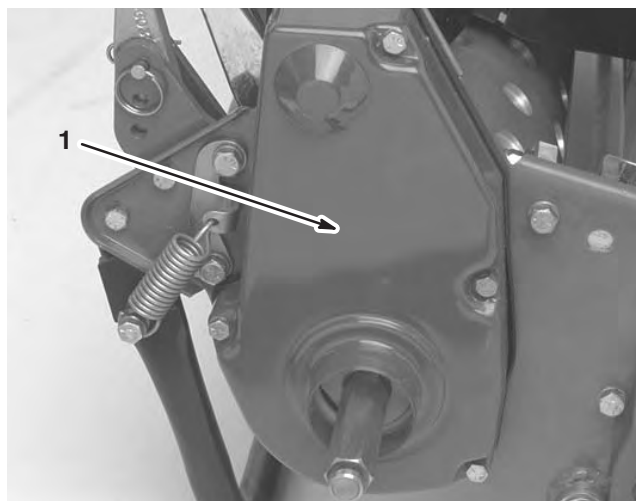

Bild 36
- Nehmen Sie die Befestigungsschrauben der Riemenabdeckung und die Riemenabdeckung ab, um den Riemen zugänglich zu machen (Bild 36).